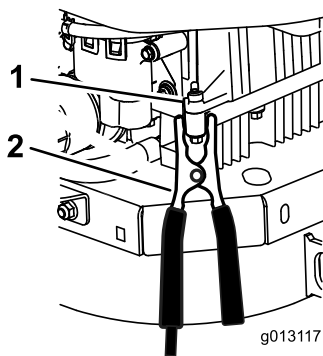

Figure 60
6. **Faites la dernière connexion sur le bloc moteur du véhicule en panne (PAS à la borne négative de la batterie) loin de la batterie et reculez-vous (Figure 60).**